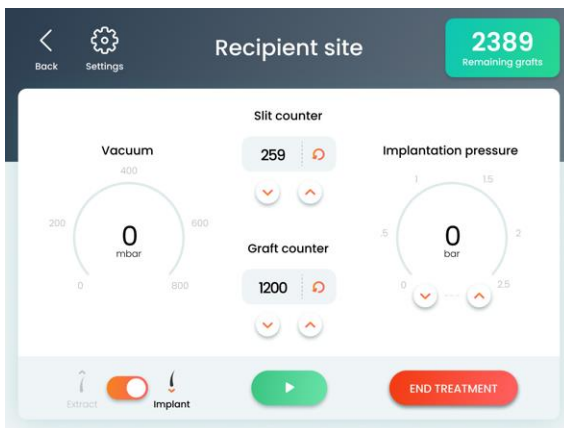

Figura 5-12. Pantalla de tratamiento en área receptora (en estado pausado)
1. Verifique que haya aparecido la pantalla de tratamiento en área receptora. Si no es así, en la pantalla de tratamiento, coloque el selector **Extract/Implant** (Extraer/Implantar) en **Implant** (Implantar); aparecerá la pantalla Recipient Site Treatment (Tratamiento en área receptora), como se muestra en la Figura 5-12.